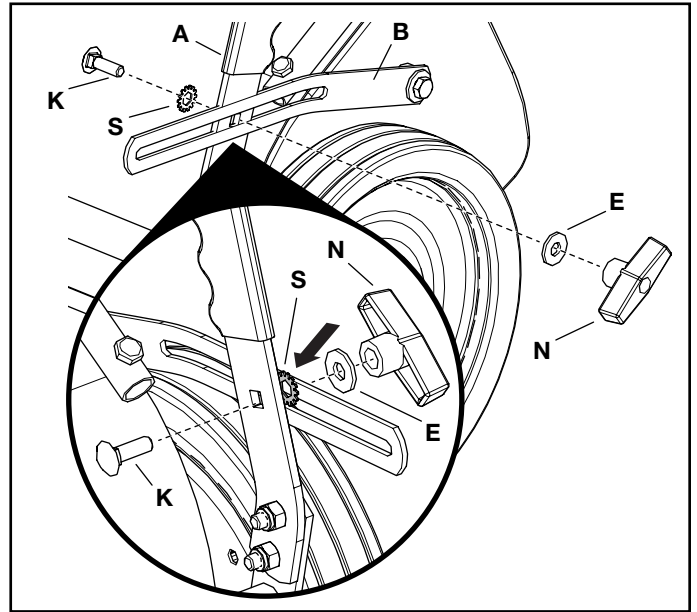

FIGURE 5
STEP 5: (SEE FIGURE 5)
- Connect the height adjustment strap (B) to the height adjustment handle (A) using the 5/16-18 wing knob (N), .375 x .875 x .083 washer (E), 3/8 tooth washer (S), and 5/16-18 x 1 carriage bolt (K).
(VOIR LA FIGURE5) Reliez la sangle de réglage de la hauteur (B) à la poignée de réglage de la hauteur (A) en utilisant le bouton à ailettes 5/16-18 (N), la rondelle 0,375 x 0,875 x 0,083 (E), la rondelle à dents 3/8 (S) et le boulon de chariot 5/16-18 x 1 (K).